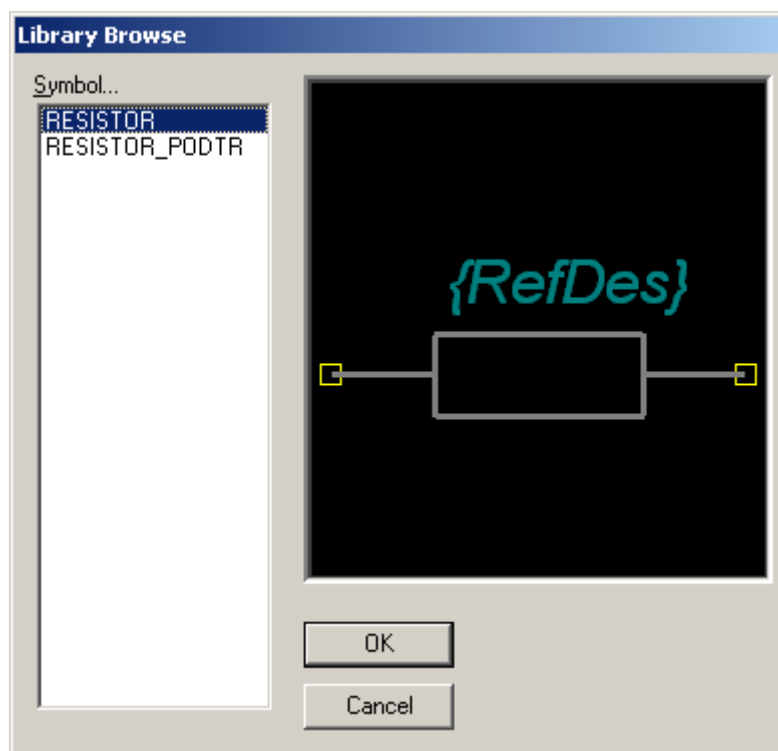

Рис. 4 Выбор символа
- 2.6 Нажмите на кнопку **Select Symbol** и выберите символ **RESISTOR** (рис. 4).